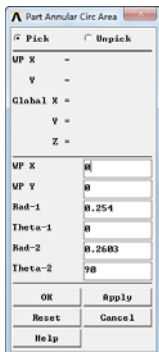

图 11-24 “Part Annular Circ Area”对话框
①依次选择 **Main Menu**→**Preprocessor**→**Modeling**→**Create**→**Areas**→**Circle**→**Partial Annulus**，会弹出“**Part Annular Circ Area**”对话框，如图 11-24 所示，在“**WP X**”输入框输入 0，在“**WP Y**”输入框输入 0，在“**Rad-1**”输入框输入 0.254，在“**Thera-1**”输入框输入 0，在“**Rad-2**”输入框输入 0.26035，在“**Thera-2**”输入框输入 90。
②单击“**Apply**”按钮会再次弹出“**Part Annular Circ Area**”对话框，如图 11-24 所示，在“**WP X**”输入框输入 0，在“**WP Y**”输入框输入 0，在“**Rad-1**”输入框输入 0.26035，在“**Thera-1**”输入框输入 0，在“**Rad-2**”输入框输入 0.5207，在“**Thera-2**”输入框输入